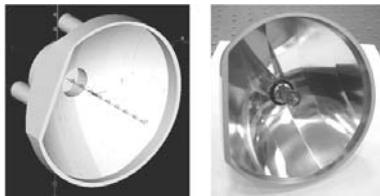

图 1-1 汽车远光灯反光杯手板的数控高速加工
(3) 模具工业 在模具行业，高速切削是典型的高转速、高进给、低切削量应用，可以取代传统的磨削加工、电火花加工以及光整加工，减少加工时间，缩短工艺流程，提高生产率。根据研究统计，采用高速加工，可以使模具的制造周期缩短 30%~80%。
(4) 精密制造业 在精密机械或光学仪器的制造中，尺寸精度、加工稳定性等方面往往要求较高，而采用高速加工时激振频率很高，工作平稳，容易获得较高的尺寸精度，高速加工正好大有用场，如图 1-1 所示为汽车远光灯反光杯手板的数控高速加工。